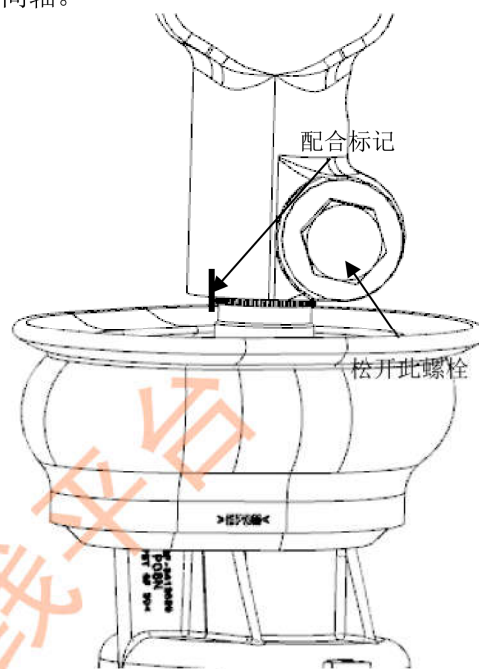

图 4-9
①在中间轴下端与转向器输入轴配合处做好配合标记，如图 4-9 所示。如果花键有缺齿并齿